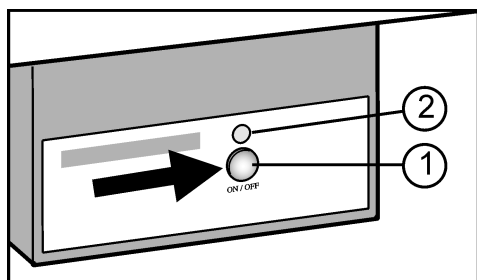

Fig. 6
- Appuyer sur la touche On/Off Fig. 6 (1) afin que la DEL Fig. 6 (2) lue.